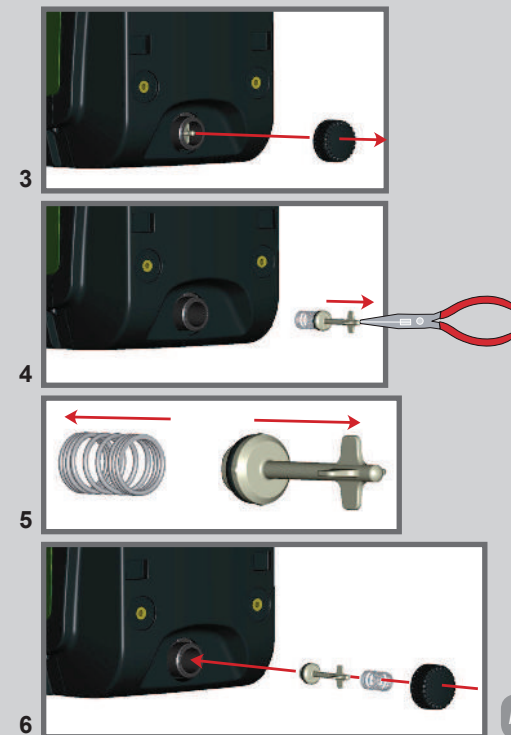

Рисунок 20
- 3 - снимите пробку слива, соблюдая осторожность, чтобы не уронить кольцевую прокладку (Рис.20-А);